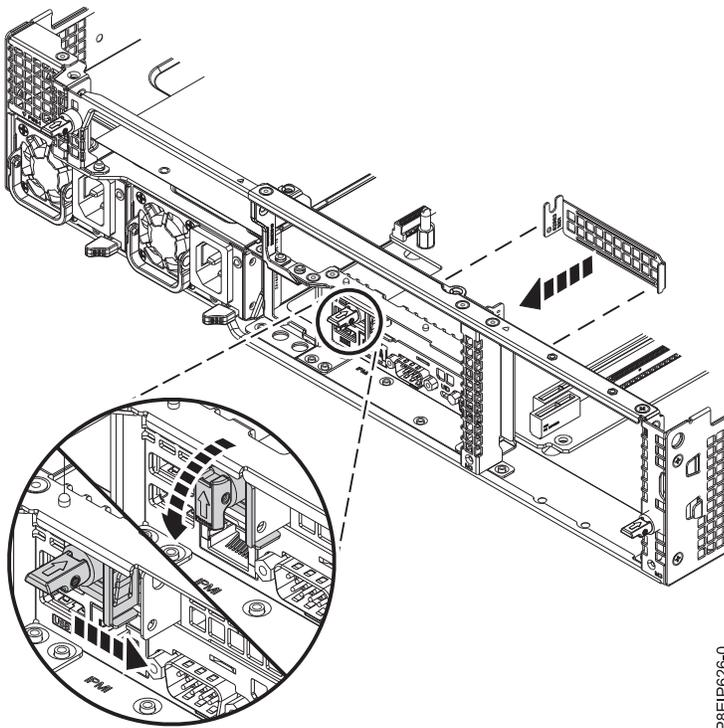

Figura 54. Deslizando o retedor do suporte sobre trilhos para a posição fechada
- d. Feche a porta de retenção deslizando-a contra o suporte sobre trilho, conforme mostrado na Figura 54 na página 46, em seguida, recoloca o pino de retenção.